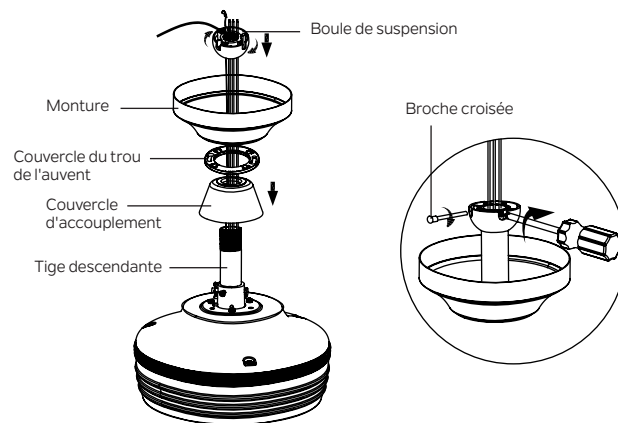

Fig. 9
Étape 5. Glissez le couvercle du couplage, le couvercle de l'orifice de l'auvent et le couvercle sur la tige descendante. Réinstallez soigneusement la boule de suspension dans la bonne position et que la broche croisée est dans la bonne position et que la vis de réglage est serrée et que les fils ne sont pas tordus. (Fig. 9)